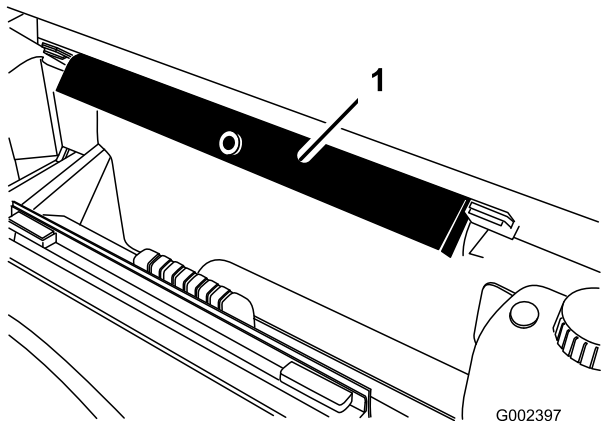

Figura 1
- Retire el soporte de la plataforma de los soportes de almacenamiento situados en la parte trasera del panel del ROPS (Figura 1).